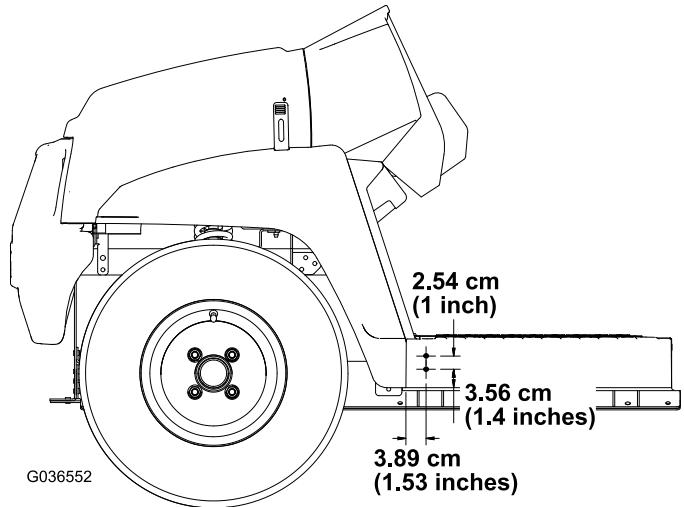

Figura 29
1. Utilizando as dimensões indicadas na Figura 29, faça 2 furos (5/16 pol.) no exterior da placa do piso nos lados esquerdo e direito da máquina.